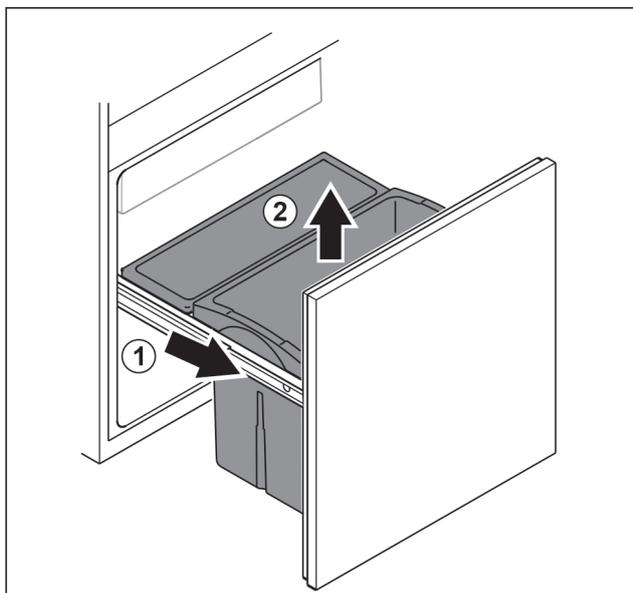

Fig. 97
- ▶ Auszugswagen bis zum Anschlag herausziehen. Fig. 97 (1)
- ▶ Schubfach nach oben entnehmen. Fig. 97 (2)